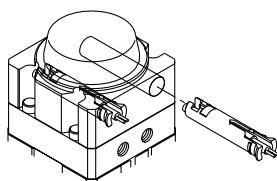

Abb. 1
- Führen Sie den in der Hülse befestigten Signalgeber in die Signalgeberbohrung an der Schwenkeinheit ein (Abb. 1).